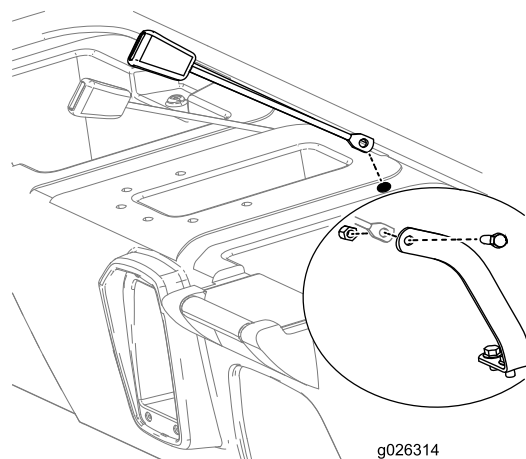

图10
8. 将各个安全带锁定组件插口端的安装侧插入座椅底座上新钻出的孔内（图10）。
9. 如图10所示，用螺栓（7/16 英寸）和螺母（7/16 英寸）将各个安全带总成的插口端安装到各个安全带锚栓上。